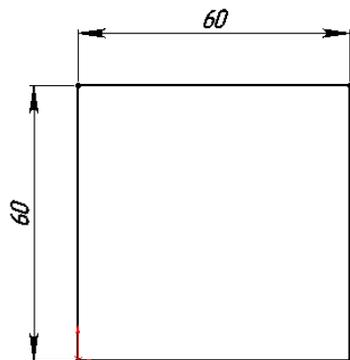

Рис. 4.44
1. Построение детали Короб начнем с создания эскиза днаща на плоскости Спереди (рис. 4.44).